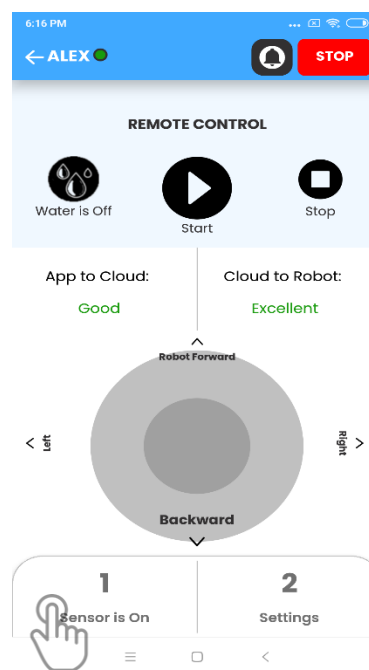

Fig. 3
2. Er verschijnt een dialoogvenster met waarschuwingsaanwijzingen voor het op afstand bedienen van de R3 SCRUB. Neem deze punten zorgvuldig in acht alvorens verder te gaan naar de pagina Afstandsbediening (Fig. 3).